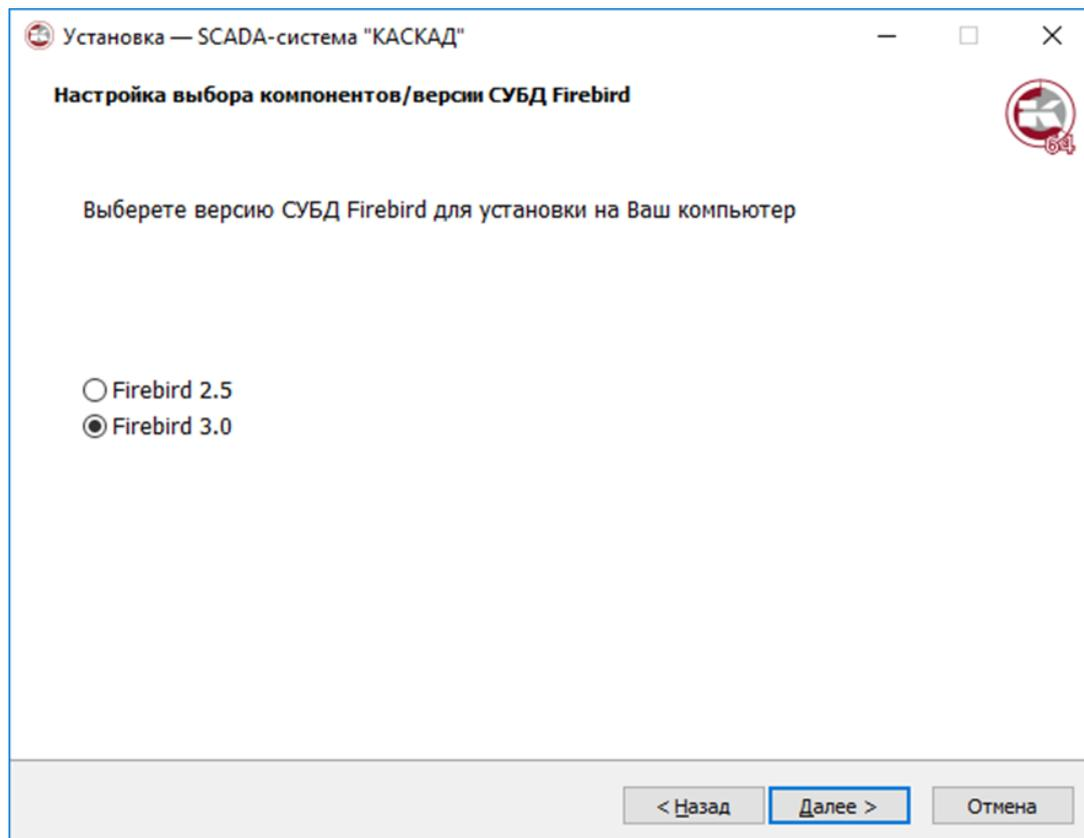

Рисунок 7 – Выбор версии Firebird SCADA-системы «КАСКАД»
- 1) Если на компьютере не был установлен Firebird, предлагается установить Firebird, по умолчанию выбран Firebird 3.0 (рисунок 7);